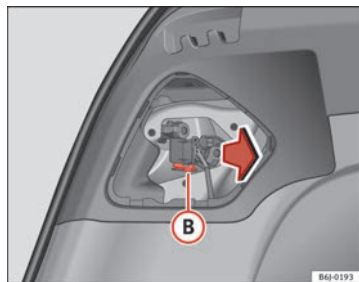

Fig. 160 Démontage de la douille d'ampoule
- Démontez le porte-ampoule en appuyant sur le clip de fixation **(B)** ⇒ fig. 160 et retirez-le vers l'extérieur.